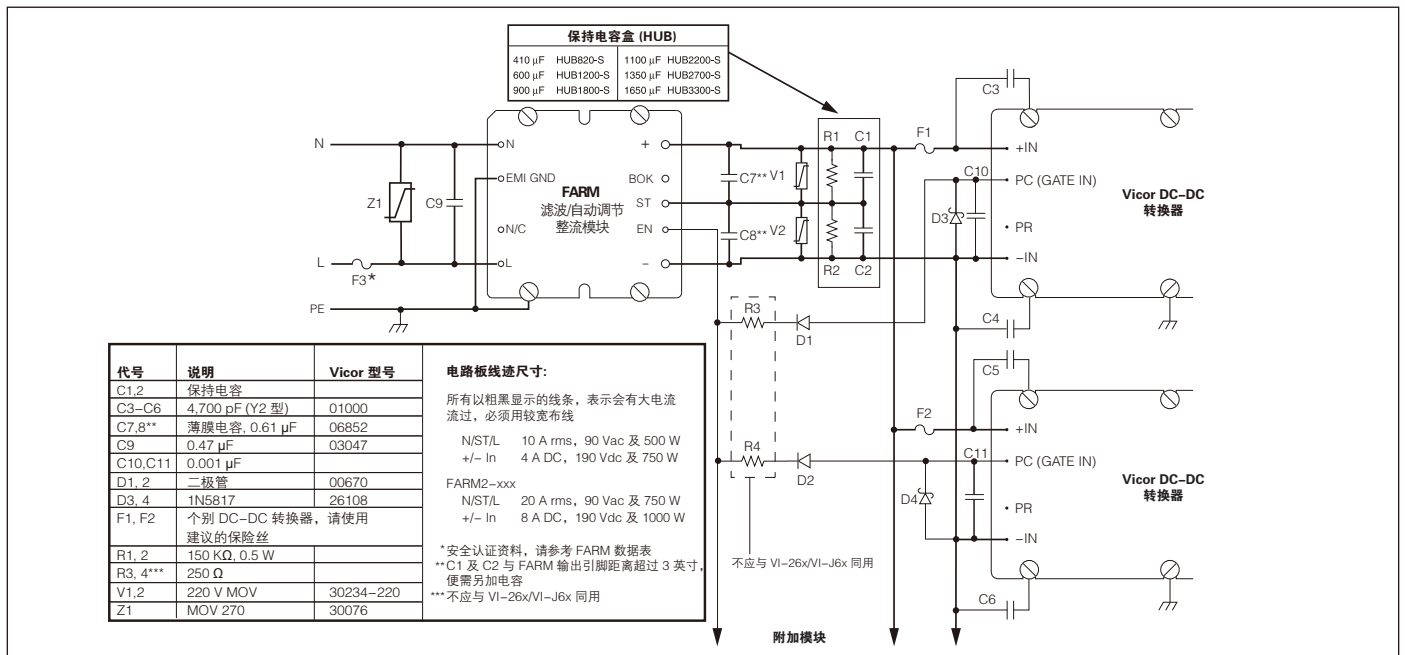

图 8-3 离线式开关电源配置
连接片 (ST) 引脚 在实际应用中，FARM 模块除了应连接输入和输出引脚外，为了实现自动适应输入电压范围的变化还必须把 ST 引脚连接保持电容 (C1, C2, 参看图 8-3) 的中结点。金属氧化物压敏电阻器 V1 和 V2 提供电容保护。电源关断时，保持电容可通过泄放电阻 R1 和 R2 放电，(参看图 8-3)。假如保持电容距离 FARM 输出引脚超过 75 mm 时，建议使用电容 C7 和 C8。
应当注意, 如图 8-3 所示, 保持电容由 C_1 和 C_2 串联组成, 每只电容的容量应为计算值的两倍, 但是每只电容所需的额定电压可减少到 200 V。直流母线上允许的纹波电压 (或纹波电流在电容器两端产生的纹波电压), 也可影响保持电容所需的电容量。还应当考虑给定转换器的纹波抑制比和最终的输出纹波电压要求。